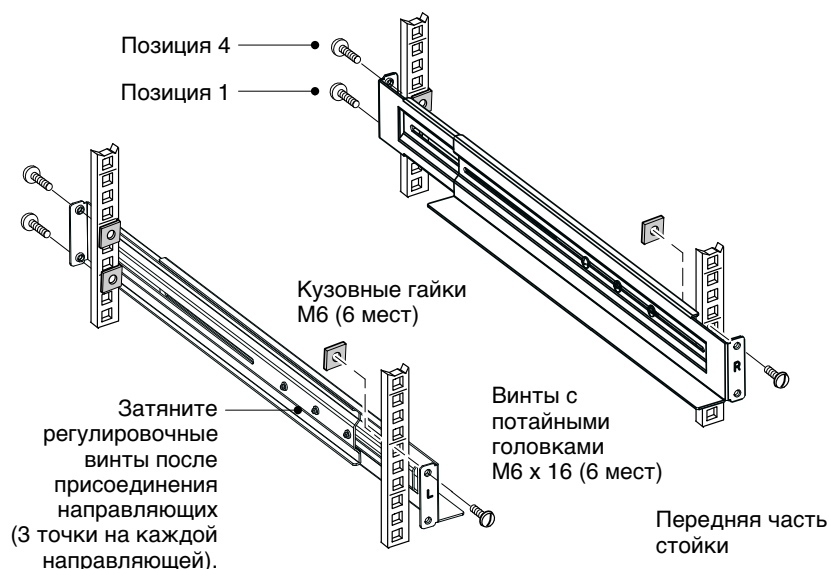

Рисунок 5. Крепление направляющих
2. Выберите надлежащие отверстия в направляющих ползьях для размещения ИБП в стойке (см. Рисунок 5). Направляющие занимают четыре места в передней и задней части стойки.